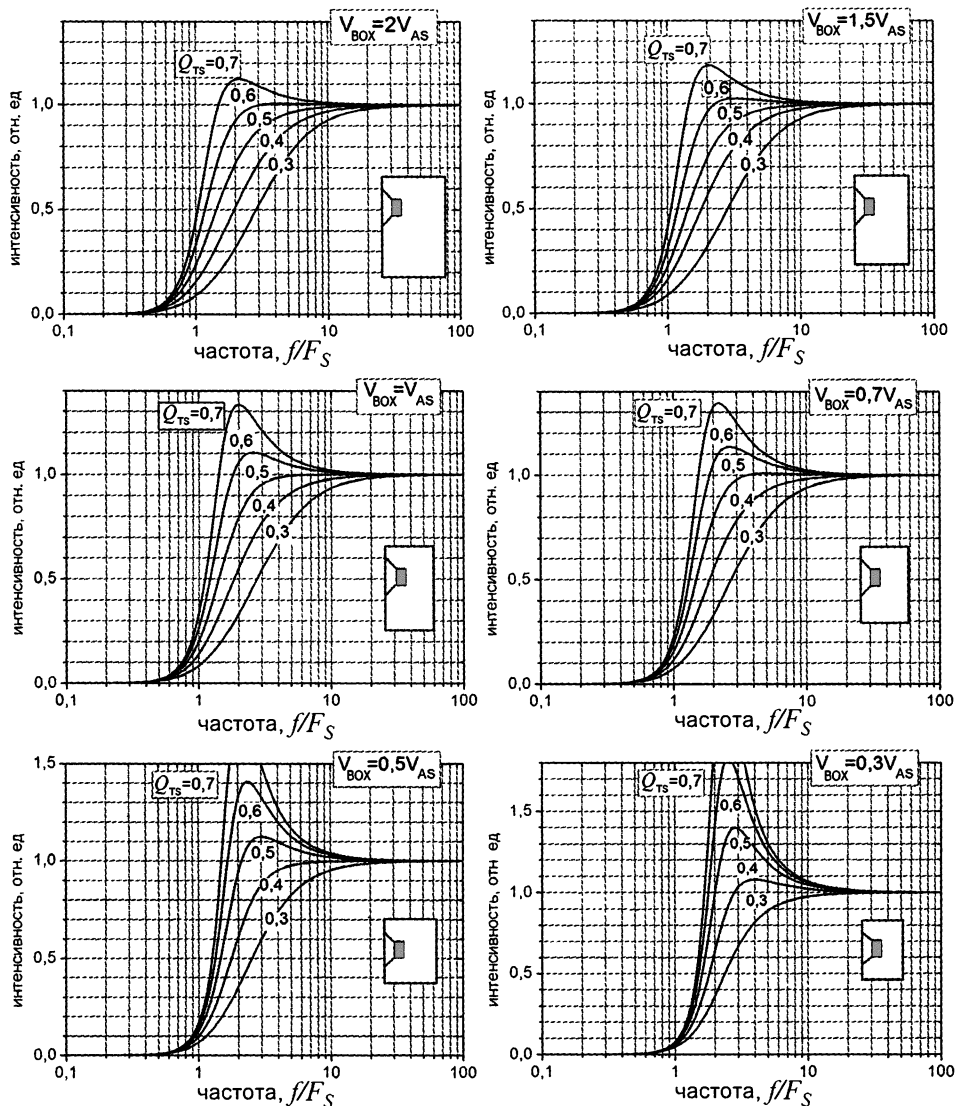

Рис. 3.7. АЧХ динамических головок с различной собственной добротностью в закрытых ящиках объемом  $V_{BOX} = 0,3-2V_{AS}$
Строим функцию (19) для диапазона собственной добротности головки  $Q_{TS} = 0,3—0,7$  (рис. 3.7) для разных объемов ящика: от  $V_{BOX} / V_{AS} = 0,3$  до  $V_{BOX} / V_{AS} = 2$ .
Чтобы проще было сравнивать различные АЧХ, графики на рис. 3.7 построены в линейном масштабе по интенсивности. Так лучше заметно различие АЧХ при небольших изменениях добротности головки. Чтобы дать представление, как выглядят такие графики в стандартном «децибельном» представлении, на рис. 3.8 представлен один из этих графиков. Выбран режим  $V_{BOX} = V_{AS}$ .
**Вывод 3.** Головки с очень низкой добротностью могут неплохо работать в ящиках малого объема (порядка  $0,3V_{\text{AS}}$ ). Интересно, что вопреки интуитивному ощущению, **увеличение объема ящика вовсе не обязательно приводит к понижению нижней граничной частоты  $F_3$ !** На рис. 3.7 хорошо видно, что, например, для значения  $Q_{\text{TS}} = 0,4$  (головка «Hertz» ES300, диаметр 30 см,  $V_{\text{AS}} = 90$  л) с увеличением объема ящика выше оптимального  $V_{\text{BOX}} = 0,5V_{\text{AS}}$ , обеспечивающего добротность системы 0,707, нижняя граничная частота не понижается, а наоборот — **увеличивается**. Это связано с изменением формы АЧХ при изменении относительного объема ящика. Заметим, что резонансная частота головки в ящике с ростом объема **понижается**.